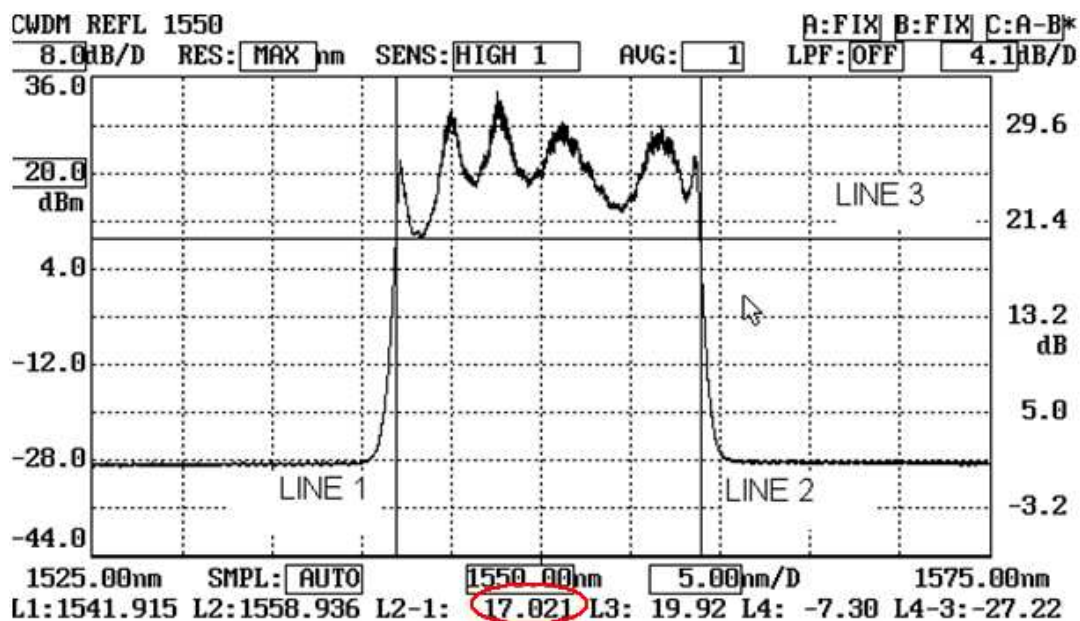

Рис. 4. Измерение минимального уровня изоляции оптического фильтра
- показания в строке “L2-1” будут соответствовать ширине полосы изоляции (см. рис. 4).